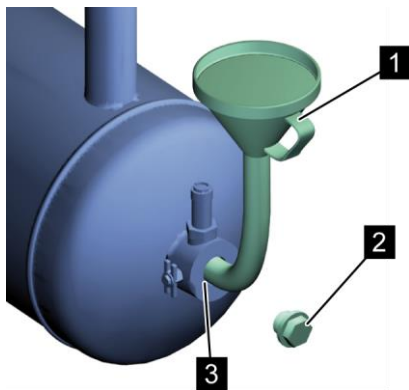

Рис. 33: Заливной штуцер (винтовой компрессор с частотным преобразователем)
6. При помощи воронки (Рис. 33/1) залейте охлаждающую жидкость до заливной кромки заливного штуцера (Рис. 33/3).
8. Вставьте резьбовую пробку наливного отверстия (Рис. 33/2) и затяните ее ☞ Приложение В «Моменты затяжки винтов» на странице 119.